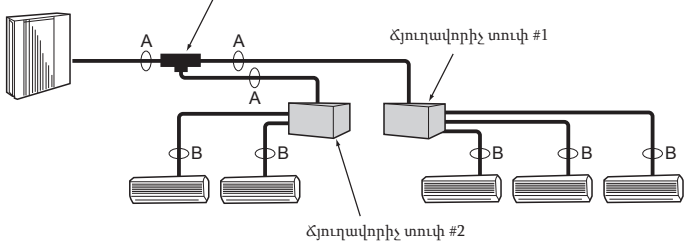

Fig. 4-4
4.3.2. Միացում ճյուղավորիչ տուփի հետ (Fig. 4-4)